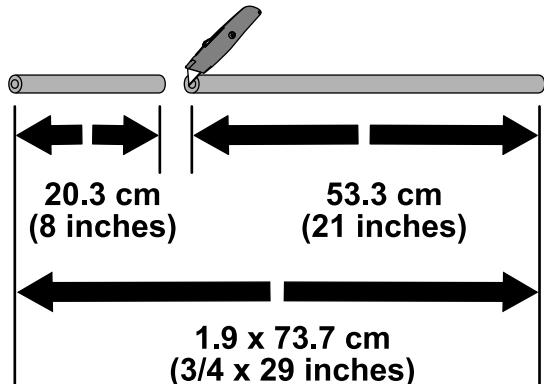

Bild 4
- Messen Sie 20,3 cm vom Schlauchende des 1,9 cm x 73,7 cm Schlauchs und markieren Sie die Stelle (Bild 4).